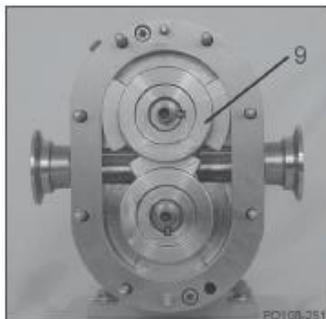

Abbildung 36 - Abnehmen des überlappenden Rotors zuerst
1. Entfernen Sie den Rotor mit der Nabe, die den Rotorflügel überlappt mit den Händen (Abbildung 36, Pos. 9).